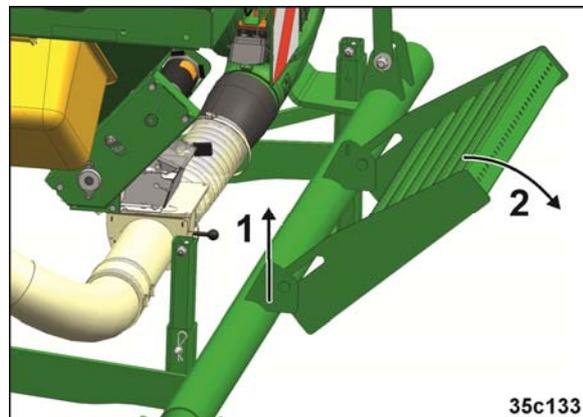

Fig. 67
1. Die Trittfläche anheben (Fig. 67/1) und abklappen (Fig. 67/2). Der Frontbehälter kann von einem Versorgungsfahrzeug oder aus Big-Bags beladen werden.